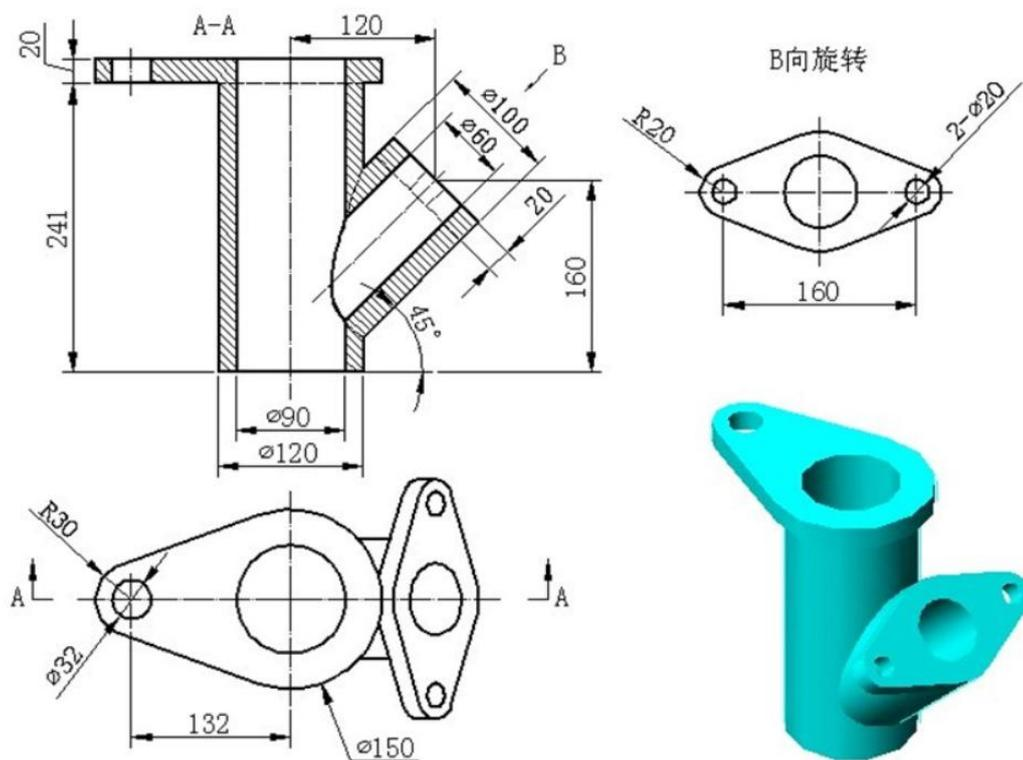

图 J1-8 三维零件 8
- ① 在盘下建立考生文件夹，文件夹名称为“场次-工位号”，所有文件必须保存在考生文件夹中，否则记零分；
- ② 文件名称为“J1-8”，保存在考生文件夹中；
- ③ 根据图 J1-8 所示尺寸完成三维建模；
- ④ 隐藏草图和创建的基准平面；
- ⑤ 考试过程中注意保存，考核结束时考试应立即停止操作，不得关闭电脑，离开考场。
(2) 实施条件